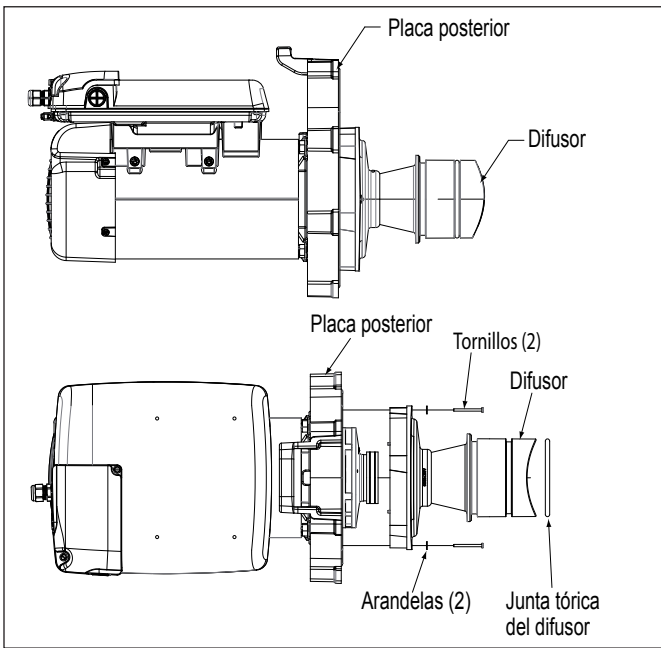

Figura 12. Retire el difusor, motor Regal Beloit
5. Utilizando un destornillador de punta estrella N° 1, retire los dos (2) tornillos que sujetan el difusor. (El difusor es la tapa sobre el impulsor.) Luego retire el difusor. Véase las Figura 12.